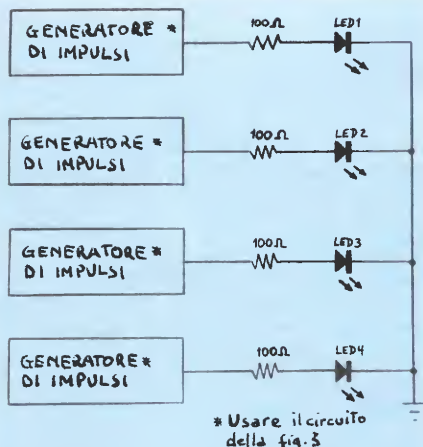

Fig. 5 - Lampeggiatore casuale a LED.
3) - *Lampeggiatore "casuale" a LED* - I particolari delle modifiche da apportare al circuito base per ottenere questo tipo di funzionamento sono illustrati nella *fig. 5*. Per